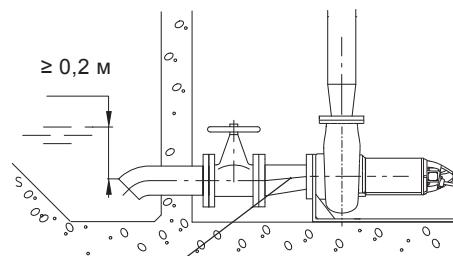

Рис. 10 Эксцентриковый переходник
**Между всасывающей частью насоса и самим насосом, находящимся в горизонтальном положении, рекомендуется устанавливать переходник. Переходник должен быть эксцентрикового типа. Его устанавливают конусной частью вниз и меньшим диаметром в сторону насоса. Таким образом не допускается скопление воздуха во всасывающем трубопроводе. См. рис. 10.**